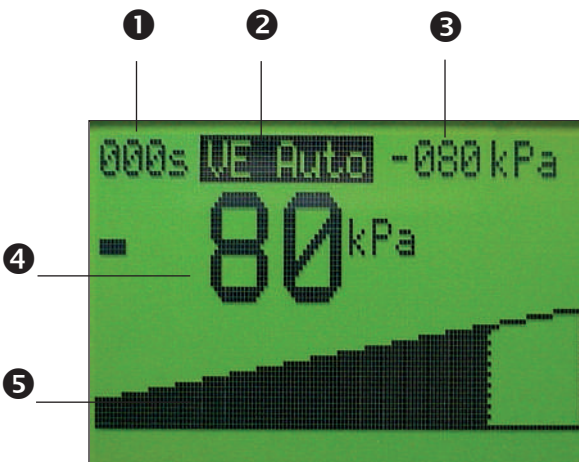

Bild 18. Bild der Anzeige nach erreichtem Endvakuum
- Das Erreichen des Endvakuums wird durch einen Hinweiston (langer Ton mit einer kurzen Unterbrechung) signalisiert. Die Zeitanzeige steht auf 0s (Bild 18). Das Endvakuum wird gehalten.
Im Display ist für ca. 2s das Einschaltmenü (Bild 18, S. 19) zu erkennen.